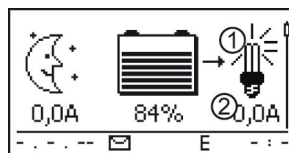

Abb. 16 Display-Inhalt nach dem Einschalten des Lastausgangs
3. Lastausgang einschalten. Die Lampe ① (Abb. 16) erscheint auf dem Display.
4. Verbraucher einschalten. Der Verbraucherstrom ② wird ab 0,1 A auf dem Display angezeigt.
5. Wird Abb. 16 nicht angezeigt, Installation prüfen und bei Bedarf den Fehler anhand Abschnitt 15 beheben.